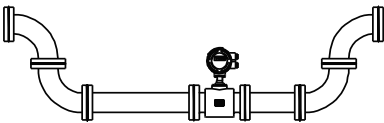
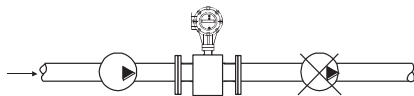
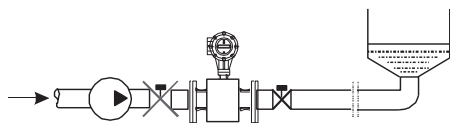

图 8
图 9
图 10
(1) 位置
(2) 避免磁场干扰
(3) 直管段长度
- 为确保流量计的测量精度，建议应保证传感器上游直管段长度至少应为 5 倍管径(5D)，下游直管段长度至少应为 3 倍管径(3D)。(参见图 8、图 9)
(4) 维修空间
(5) 对工艺上不允许流量中断的管道
- 在安装电磁流量计时应加设旁路通管和清洗口，如图 10 所示，这种装置可在流量计退出使用的情况下，保证设备系统连续工作。
(6) 电磁流量计的支撑